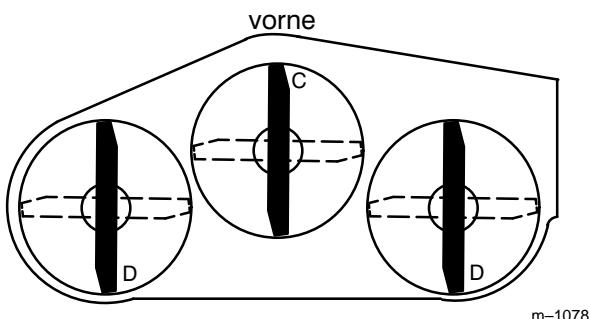
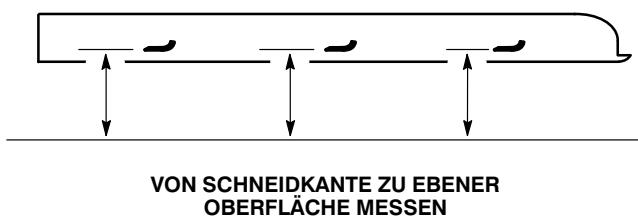

Abbildung 13
Abbildung 14
- Die Schnittmesser von vorne nach hinten ausrichten (Abb. 13). An den Positionen "C" und "D" (Abb. 13) von einer ebenen Oberfläche zur Schneidkante der Schnittmesser messen (Abb. 14).